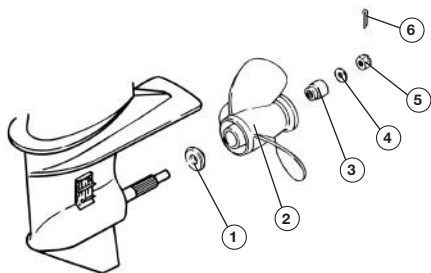

Рис. 59 Схема установки гребного винта
- Открутите гайку 5 крепления винта и снимите шайбу 4 и втулку 3 (Рис. 59).
- Сдвиньте и снимите гребной винт 2 с вала (Рис. 59).
- Снимите с вала упорную шайбу 1 (Рис. 59).
- Установите на вал упорную шайбу 1, гребной винт 2, втулку 3 и шайбу 4. Накрутите гайку 5 крепления гребного винта (Рис. 59).
- Зафиксируйте гайку гребного винта с помощью шплинта 6 (Рис. 59), концы шплинта разогните.